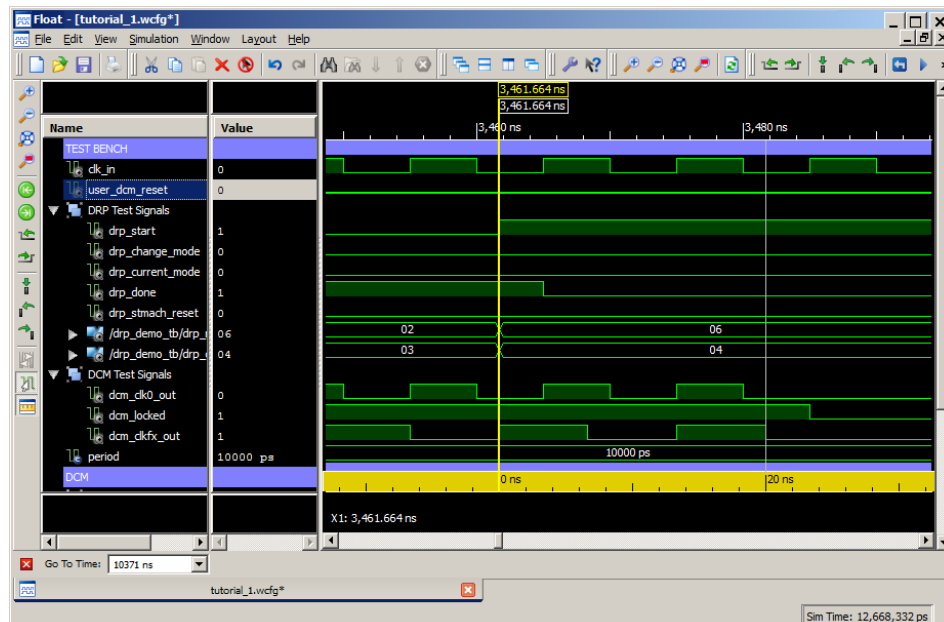

図 3-29 : `dcm_clk0_out` 信号および `dcm_clkfx_out` 信号の確認
3. DCM テスト信号 `dcm_clk0_out` および `dcm_clkfx_out` の立ち上がり立ち下がりが確認できるようになるまで、手順 2 を繰り返します (図 3-29)。